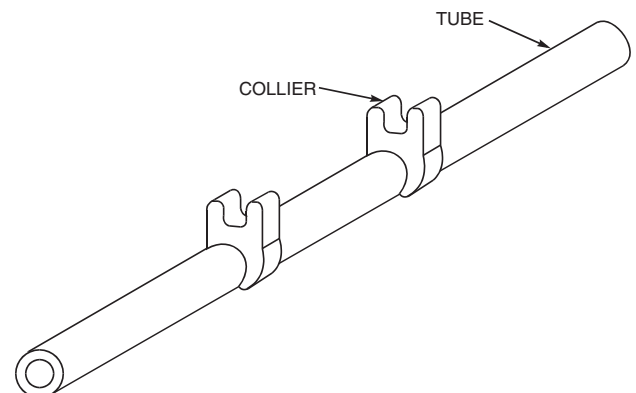

FIGURE 6 TUBE MICROBORE
3. Sélectionner le tube et le placer dans la cartouche (voir la Figure 7B). En cas d'utilisation d'un tube Microbore (voir la Figure 6), placer le collier contre le dispositif de retenue de tube (voir la Figure 7C) de chaque côté de la cartouche.
*N'utiliser que des KITS DE TUBES MICROBORE conçus spécialement pour être compatibles avec les cartouches (Figure 6).
(3) Sélection de la vitesse de pompe